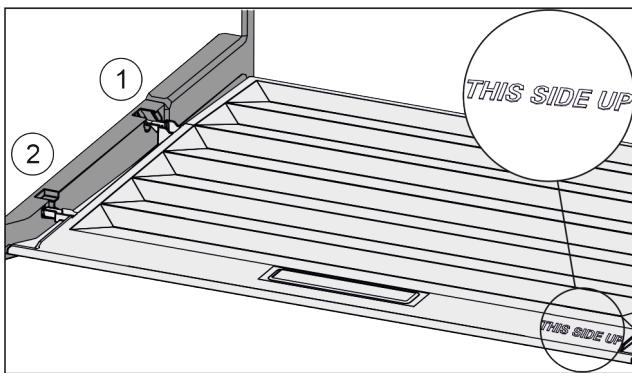

Fig. 135
- ▶ Výstupky veka zavedťte cez otvor zadného držiaka Fig. 135 (1) a zaistite vpred v držiaku Fig. 135 (2).